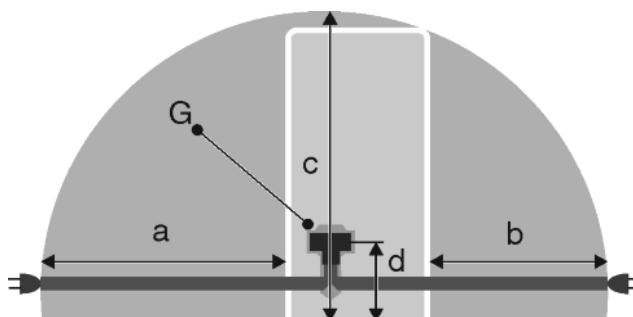

Fig. 24
- Контактът трябва да е извън зоната на задната страна на уреда и в рамките на дефинираната зона Fig. 24 (a, b, c).
- Включете щепсела на уреда Fig. 24 (G) от задната страна на уреда. Обърнете внимание на доброто фиксиране.